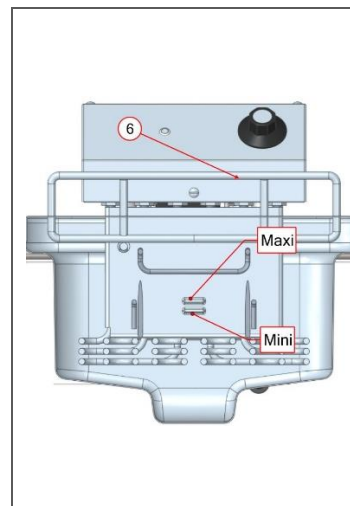

Fig. 2
- Remplir la cuve d'huile - Le niveau doit être compris entre les repères Mini et Maxi. Fig. 2.
- Une fois la cuisson satisfaisante, lever le panier puis utiliser le support de panier. (Fig. 2 – Rep. 6) pour égoutter la friture.